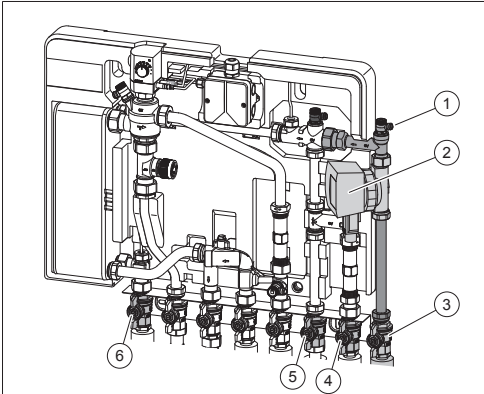

Fig. 2: Montage du circulateur à haut rendement
(1)	Purgeur d'air
(2)	Circulateur à haut rendement Wilo STAR-Z NOVA
(3)	Robinet à tournant sphérique conduite de bouclage d'E.C.S.
(4)	Robinet à tournant sphérique arrivée d'eau froide
(5)	Robinet à tournant sphérique sortie d'eau froide
(6)	Robinet à tournant sphérique sortie E.C.S.
- Fermer les robinets à tournant sphérique (3), (4), (5) et (6) (voir Fig. 2).
- Ouvrir le purgeur d'air pour mettre la partie de l'installation hors pression (voir Fig. 2 (1)).
La flèche sur le corps indique le sens de circulation. Monter le circulateur de telle manière que la flèche pointe sur le purgeur d'air (voir Fig. 2 (1)).